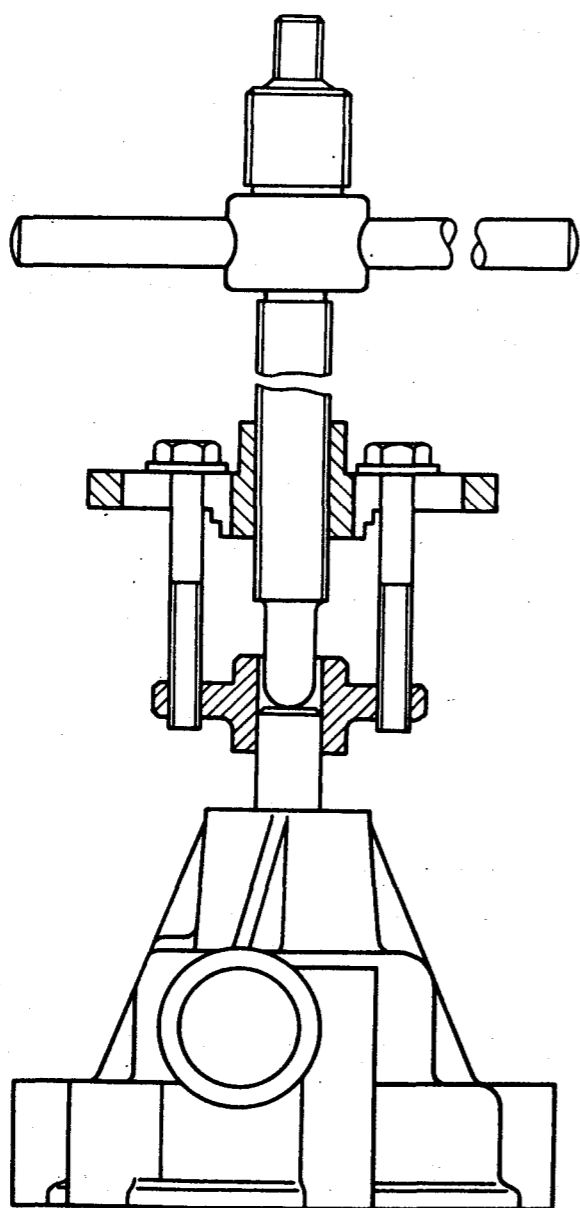

Рис. 72. Снятие ступицы шкива водяного насоса
- съемником снять ступицу (рис. 72);